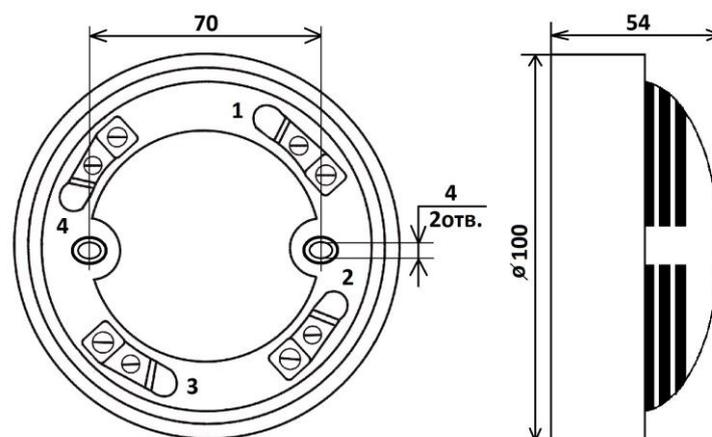

Рисунок 2 - Габаритные и установочные размеры сигнализатора ДГ-2 в пластиковом корпусе
- г) подсоединить шлейф питания к контактным винтовым зажимам «1» и «2» сигнализатора (см. рисунок 2).